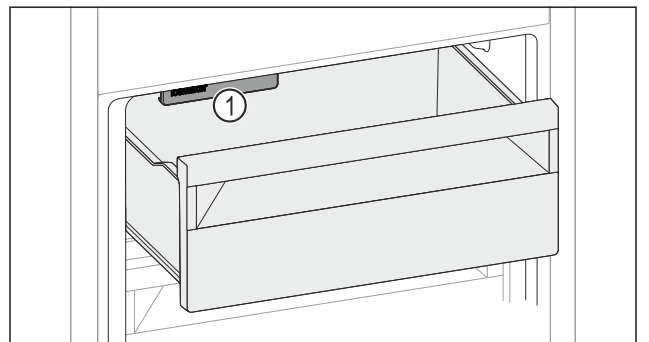

Fig. 140
- Tenez compte de l'IceMaker Fig. 140 (1).